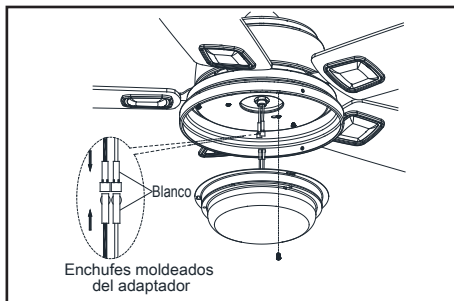

Figura 16
3. Quita un tornillo de la cubierta de la caja del interruptor y afloja, pero no quites los otros dos. Conecta los cables del kit de luces a los cables del ensamblaje del motor del ventilador uniendo los enchufes con adaptadores moldeados. Coloca con cuidado todos los cables y empalmes dentro de la caja del interruptor. (Figura 16)
Gira el kit de luces hacia la derecha, aprieta los tornillos. Vuelve a instalar el tornillo que retiraste en el paso 3 y apriétalo firmemente. (Figura 16)